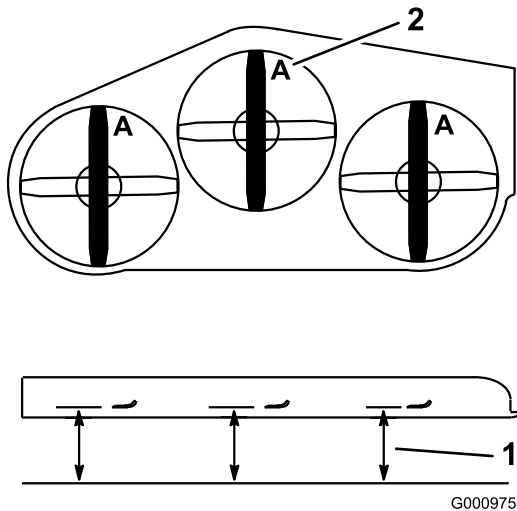

Figure 78
- Mesurez la distance entre la surface plane et le tranchant (position A) des lames (Figure 78).